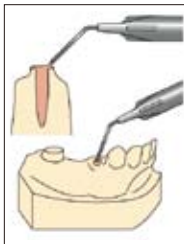

図17
- ① ユニフィルコア コンポジットレジンを、気泡を巻き込まないように注意しながら、均一になるように10秒間充分に練和します。
- ② CRシリンジなどを用い、気泡を巻き込まないように注意しながら根管に填入していきます図17。
- ③ ジーシー セラミックプライマーでシラン処理したファイバーポストを挿入します。挿入後、光重合器（ラボライトLV-Ⅲ）を用いて30秒間光重合し、ユニフィルコア コンポジットレジンを硬化させファイバーポストを仮固定します。